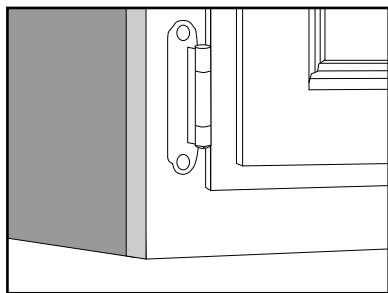

Figure A1 - Sans lambrequin
1. Il faut déterminer si l'armoire a un lambrequin (fig. A1 et A2). Lorsque l'armoire n'a pas de lambrequin (il n'y a pas de creux sous l'armoire), continuer à la rubrique intitulée «Instructions relatives au montage».